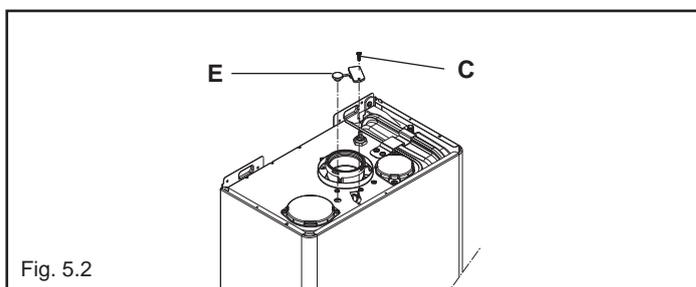

Fig. 5.2
- Inserire le sonde dell'analizzatore nelle posizioni previste sulla cassa aria, dopo aver rimosso la vite e il coperchietto (fig. 5.2).
- Rimuovere la vite **C** e il coperchietto **E** sulla cassa aria (vedi fig. 5.2)